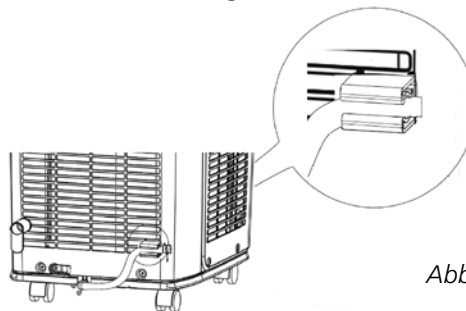

Abbildung 22
- 4** Wenn der Schlauch nicht zum Abfließen des Kondenswassers verwendet wird, befestigen Sie den Schlauch im Schlauchhalter, um Lecks zu vermeiden (siehe Abbildung 22).